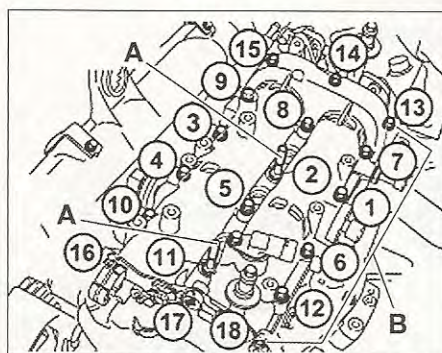

FIG. 30
- Aflojar los tornillos de fijación (19) del cárter de distribución sobre el cárter de eje de levas.
- Preapretar a continuación, los tornillos de (7) a (18) en el orden indicado a 0,9 daNm.
- Efectuar un nuevo preapriete de los tornillos (A) (M8) a 1,5 daNm y de los tornillos (B) (M7) a 1,2 daNm (fig. 30).